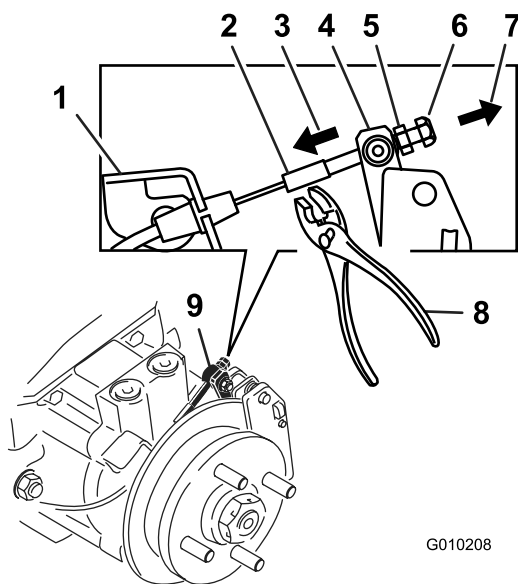

Figure 80
9. En vous servant uniquement de vos doigts et de vos mains, poussez le bras du levier d'étrier pour engager les plaquettes de frein sur le disque jusqu'à l'arrêt du levier (Figure 80).
10. Maintenez le levier en position d'arrêt d'une main et, à l'aide de l'autre main, tendez l'extrémité du câble fileté à travers le pivot. Vissez l'écrou standard contre le pivot (Figure 80).